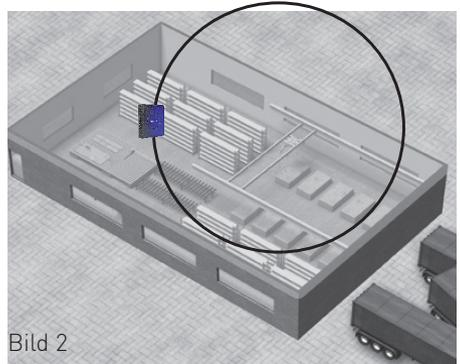

Bild 2
- Platzieren Sie nun die DECT IP-Basis pro auf dem eingezeichneten Bereich, wie in Bild 2 dargestellt.